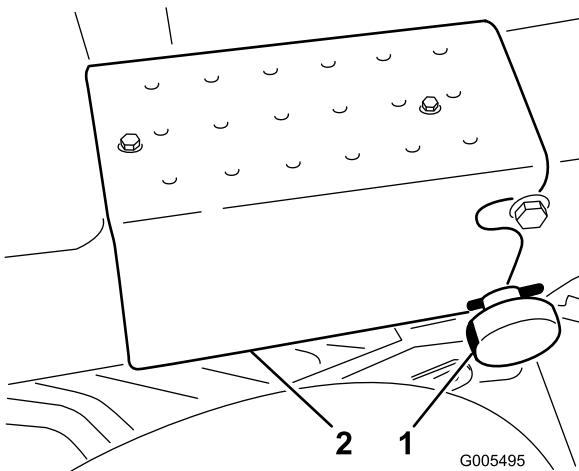

Figura 7
5. Gire el brazo de dirección a la posición de operación vertical (muescas). Fije con un pomo de bloqueo y un pasador de horquilla (Figura 7).
6. Fije el estríbo derecho al bastidor con 2 tornillos autorroscantes (Figura 7).